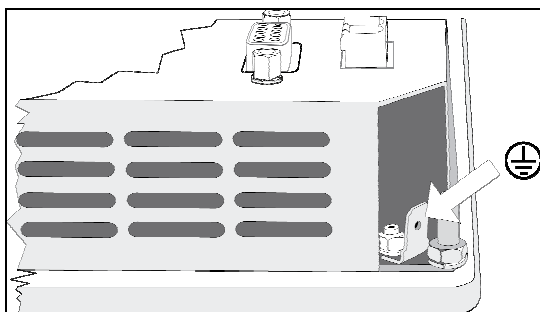

Abb. 13: Schutzleiter
1. **Schutzleiter verbinden:** Verbinden Sie die Steckfahne des Schutzleiteranschlusses (siehe Abb. 13) mit der Schutzterde.